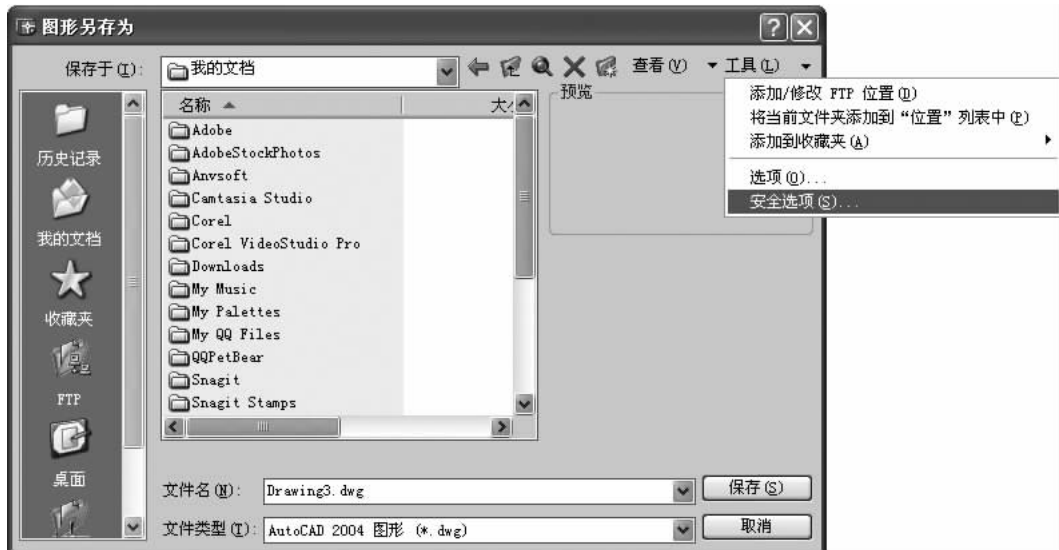

图 1-37 选择【安全选项】命令
(1) 在保存文件时，会弹出如图 1-37 所示的对话框，单击【工具】下拉按钮，选择【安全选项】命令。